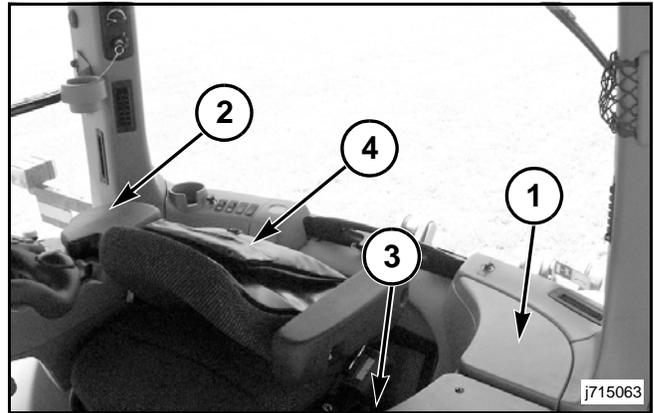

FIG. 54
FIG. 54: Hay un compartimiento de almacenaje situado debajo de la tapa (1) en la esquina trasera izquierda de la cabina. La tapa está situada detrás del asiento de aprendizaje. Este compartimiento de almacenamiento puede usarse para almacenamiento en frío si el aire acondicionado está encendido.